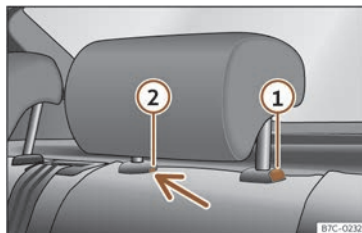

Fig. 94 Repousacabezas traseiro: desmontaxe.
- Prema a tecla >>> fig. 94 ①, apertando á vez polo orificio do seguro ② cun desparafusador plano de máximo 5 mm de anchura e retire o repousacabezas.